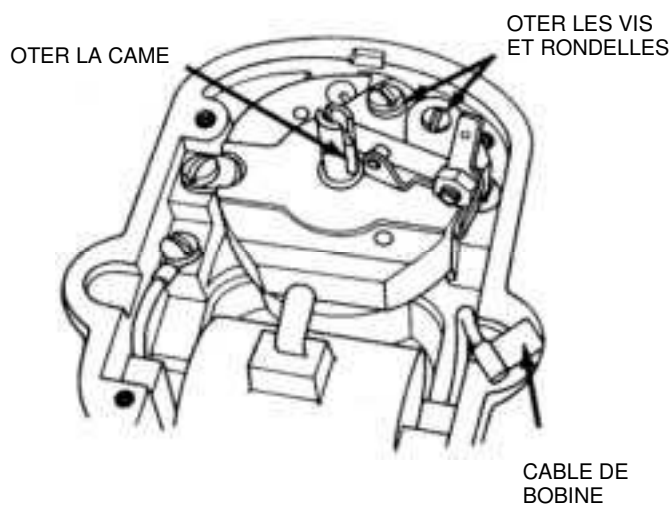

Figure 6.7.1
- D. Démontez la came en soulevant tout droit à l'aide d'une lame de tournevis. (Voir figure 6.7.1)